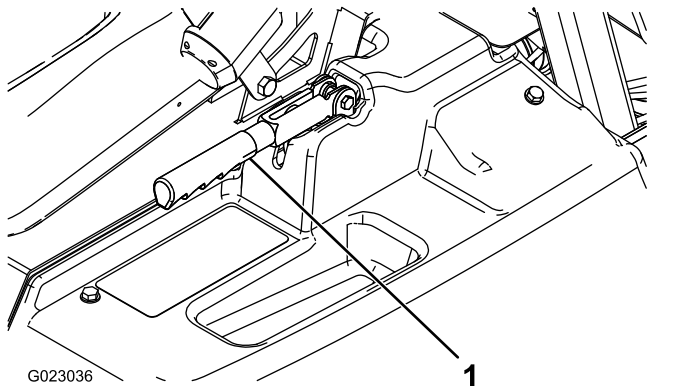

Figura 48
2. Afloje el tornillo de fijación que sujeta el pomo a la palanca del freno de estacionamiento (Figura 48).